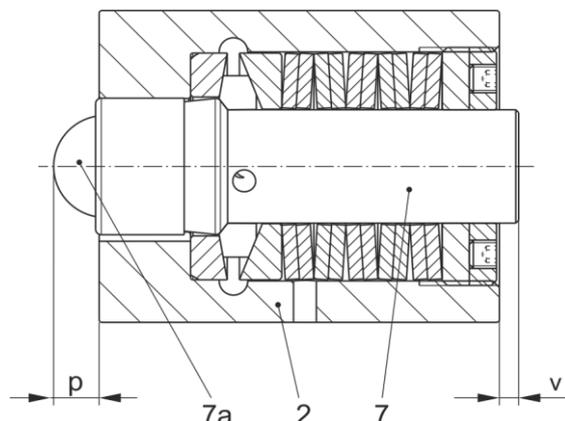
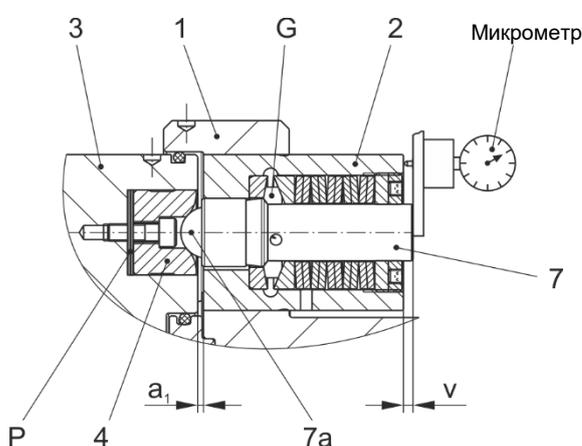
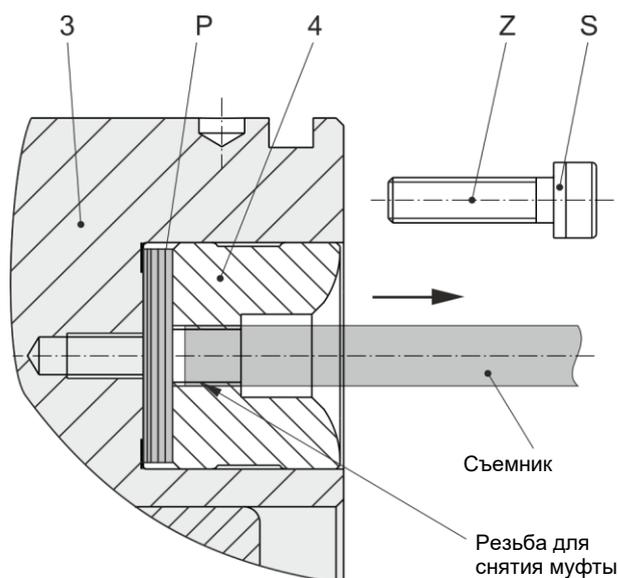

Рис. 3
Рис. 4
Рис. 5
- ❑ Перегружаемый элемент (2) и упор (4) должны быть точно совмещены на одной прямой друг с другом (Рис. 4).
- ❑ Размер "а1" (Рис. 4 / зазор между втулкой (1) и нажимным фланцем (3) в элементах, находящихся в зацеплении) должен быть согласно Таблице 3.
- ❑ Предварительное напряжение определяется через дифференциальное измерение размера "v" (см. Рис. 3 и 4). Размер "v" – это расстояние от конца пальца (7) до торцевой поверхности перегружаемого элемента (2), см. Рис. 3.
- ❑ Поднапрягают элемент с помощью подкладки под упор (4) регулировочных шайб (Р).
- ❑ Демонтаж упоров (4), см. Рис. 5.
1. Перегружаемый элемент (2) демонтируют.
2. Палец (поз. 7) путем осевого усилия на шарик (7а), например, ударяя пластмассовым молотком, приводят к контакту с сегментами расщепления (G).
3. Через контрольный размер "р" (см. Таблицу 3 и Рис. 3) может быть проверена позиция пальца (7) по оси.
4. Измерить выступ пальца "v" (Рис. 3) на неустановленном перегружаемом элементе (2) и записать.
5. Упор (4) и перегружаемый элемент (2) установить в приемные отверстия.
6. Ещё раз измерить выступ пальца "v" (Рис. 4) и сравнить это значение со значением, записанным ранее. Размер разницы соответствует предварительному напряжению пальца.
7. Для корректировки предварительного напряжения перегружаемый элемент (2), а также и упор (4) должны быть снова демонтированы.
8. Через подкладывание или удаление регулировочных шайб (Р) под упор (4) можно теперь установить требуемое предварительное напряжение см. Таблицу 3.
Маркировочные отверстия на внешнем диаметре втулки (1) и нажимного фланца (3) должны быть совмещены на одной прямой друг с другом вдоль оси (Рис. 3).